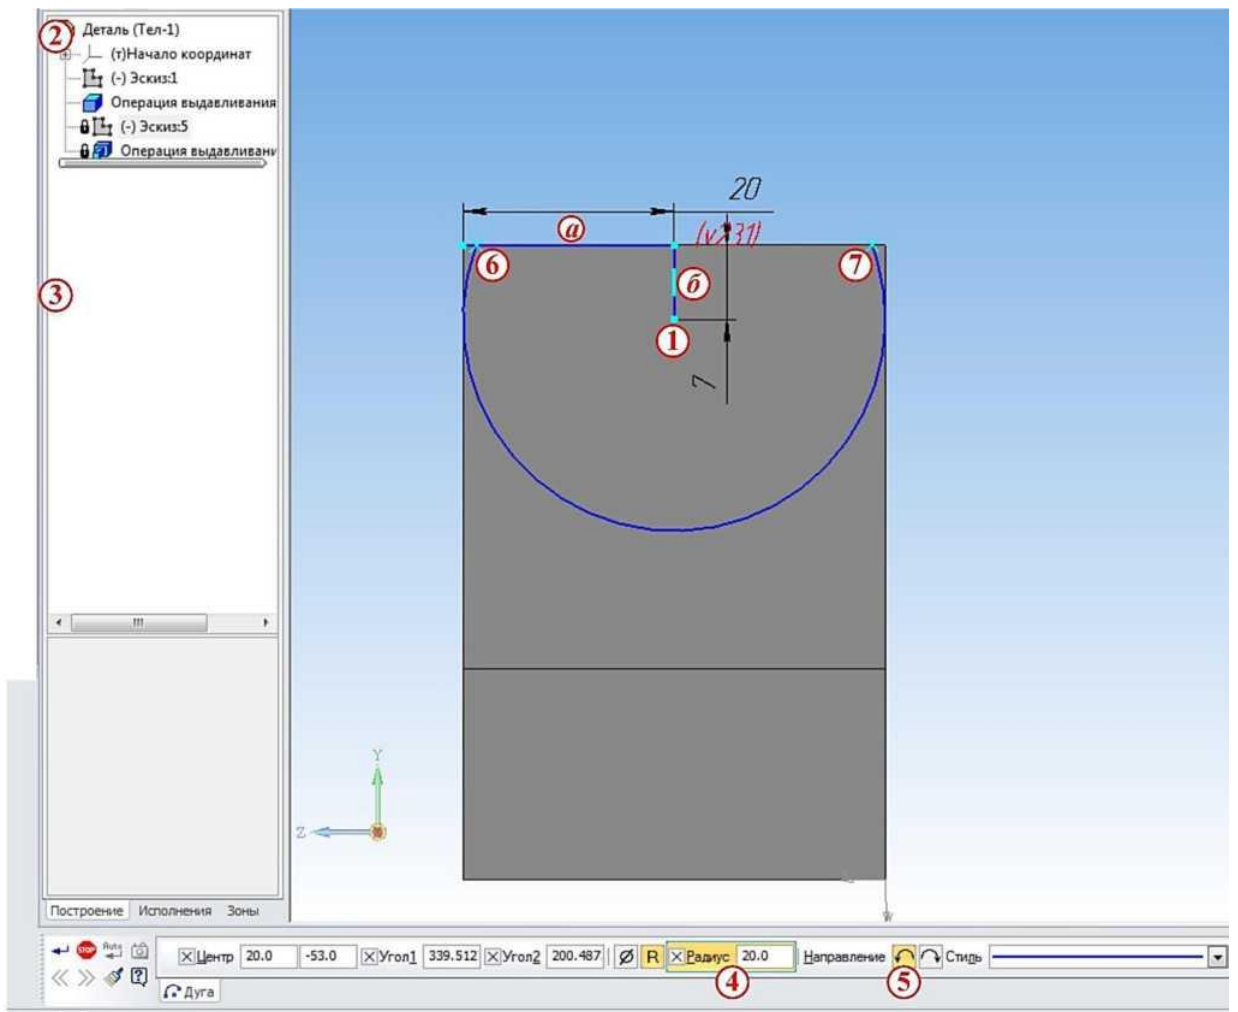

Рисунок 3.
- указателем мыши выбираем центр бобышки *I* и на верхней грани уголка выбираем точки *б* и *7*, рисунок 3;